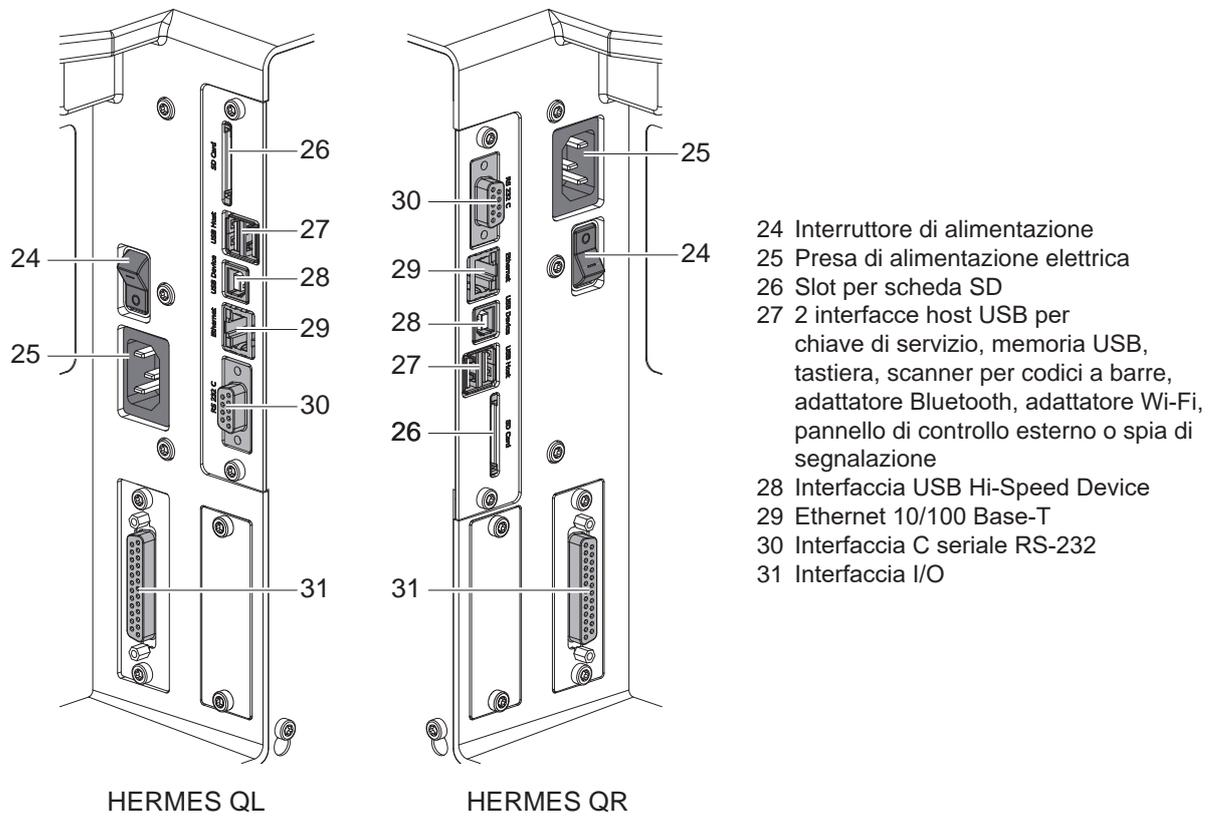

Figura 6 Collegamenti
2. Inserire il cavo di alimentazione nella presa di alimentazione elettrica (25 / Figura 6).
- ▶ Accendere la stampante utilizzando l'interruttore di alimentazione (24 / Figura 6).